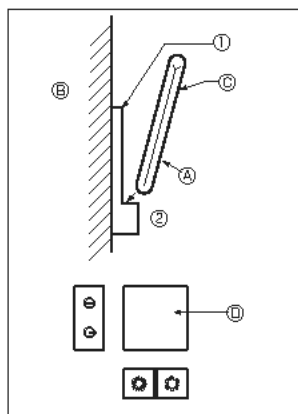
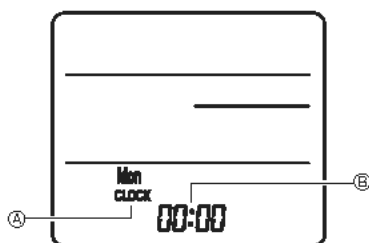

Fig. 7-7
Fig. 7-8
2) Método de instalación (Fig. 7-7)
④ Mando a distancia ⑤ Pared ⑥ Panel de visualización ⑦ Receptor
3) Configuración (Ajuste del reloj) (Fig. 7-8)